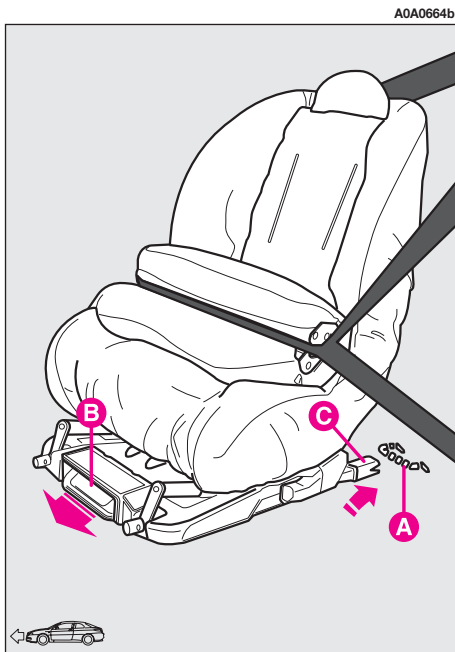

fig. 49
- assicurarsi che la leva di sgancio (**B**-fig. 49) sia in posizione di riposo (rientrata);